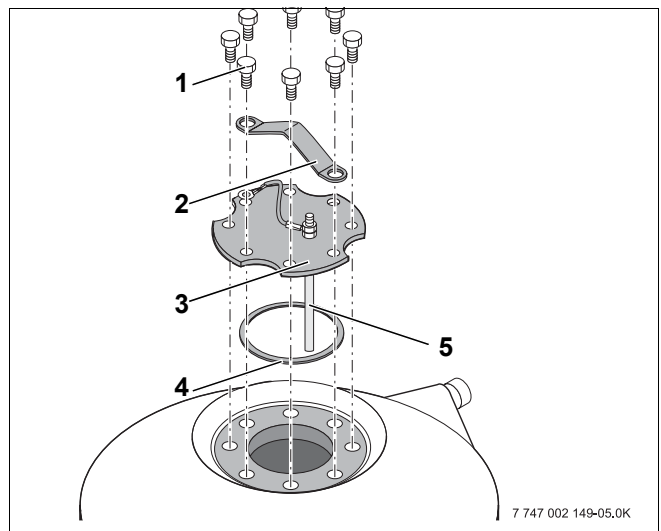

Рис. 17 Установка крышки смотрового люка
- Мы рекомендуем после чистки установить новое уплотнение крышки люка (рис. 17, поз. 4), чтобы избежать появления неплотностей в баке.
- Установить на прежнее место крышку верхнего смотрового люка (рис. 17, поз. 3) вместе с уплотнением (рис. 17, поз. 4).
- Рукой закрутить болты (рис. 17, поз. 1) на крышке люка при этом смонтировать ручку для транспортировки (рис. 17, поз. 2).
- В заключение затянуть винты с шестигранной головкой (рис. 17, поз. 1) динамометрическим гаечным ключом с усилием 25-30 Нм.